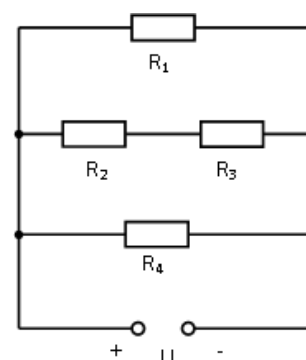

Рис.10
2. Найдите эквивалентное сопротивление (рис.10) и силу тока в цепи, если $R_1=200$ Ом, $R_2=150$ Ом, $R_3=200$ Ом, $R_4=600$ Ом, $U=500$ В.